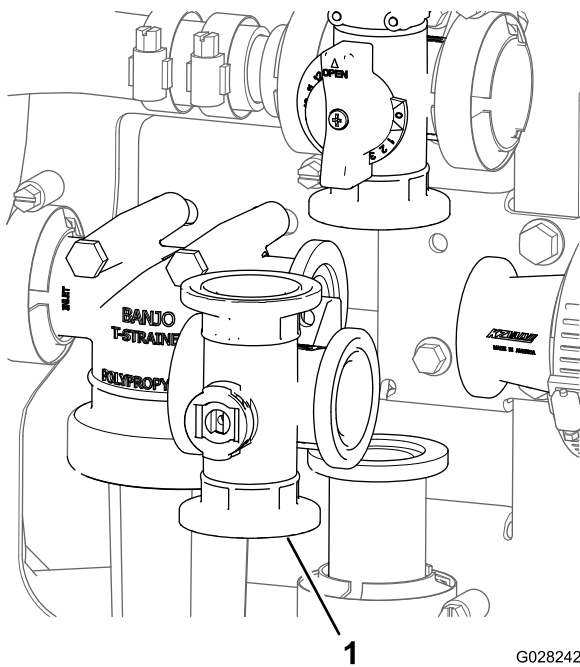

Figura 79
2. Retire o coletor da válvula de agitação da máquina (Figura 79).